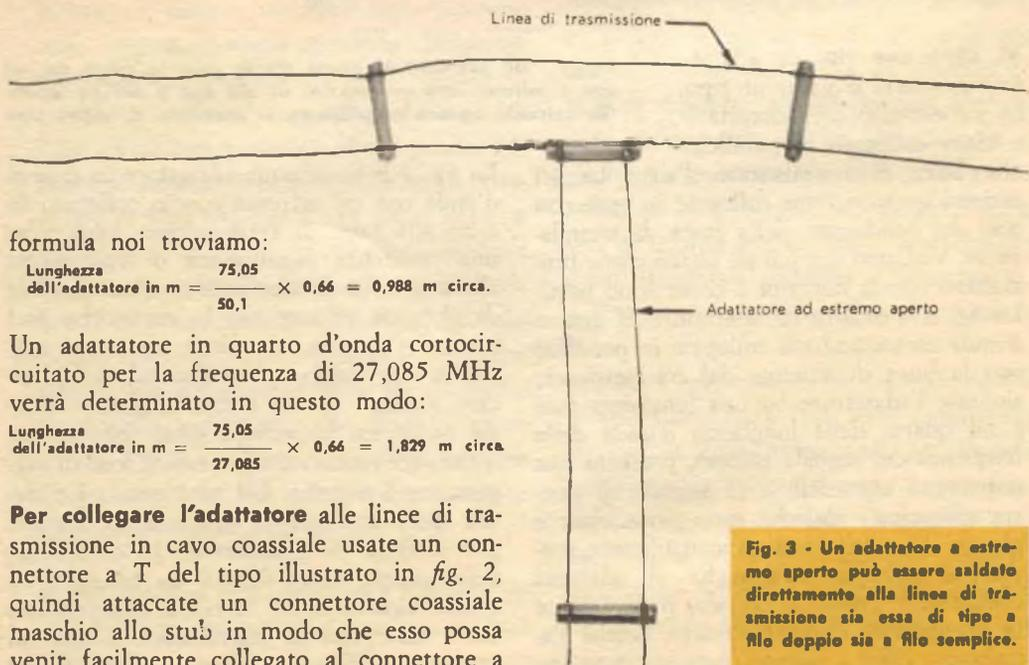

Fig. 3 - Un adattatore a estremo aperto può essere saldato direttamente alla linea di trasmissione sia essa di tipo a filo doppio sia a filo semplice.
T. Per adattatori da usarsi con linee in piattina od a filo aperto, saldate direttamente lo stub alla linea nel modo indicato in fig. 3.